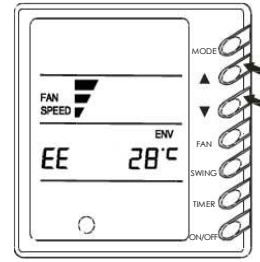

Fig.9
4.3.12 Blocco pulsanti (Fig.9)
4.3.12 Button lock function (Fig.9)